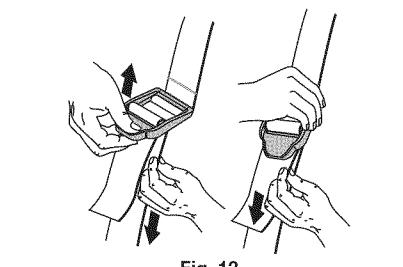

Fig. 12
- Ajuste la longitud de acuerdo a la medida del operador. Tire de la orejeta para alargarlo y tire de la correa para acortarlo (Fig. 12).